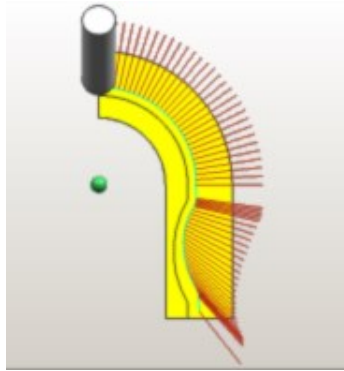

Рис. 1.11. Траектория с наклоном инструмента от точки (вид сверху)
- **От точки** (*Away from point*) – наклоняет инструмент от заданной точки и сохраняет этот же угол наклона в углах (см. рис. 1.11).